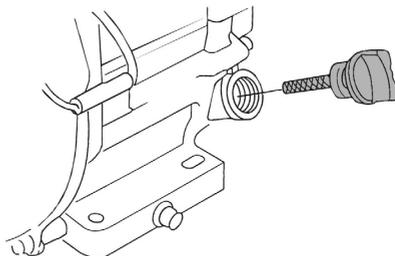

Рис. 24. Крышка-щуп маслосаливной горловины
2. Открутите крышку-щуп маслосаливной горловины и извлеките щуп (Рис. 24).
2. Выкрутите крышку-щуп маслозаливной горловины и извлеките щуп (Рис. 24).